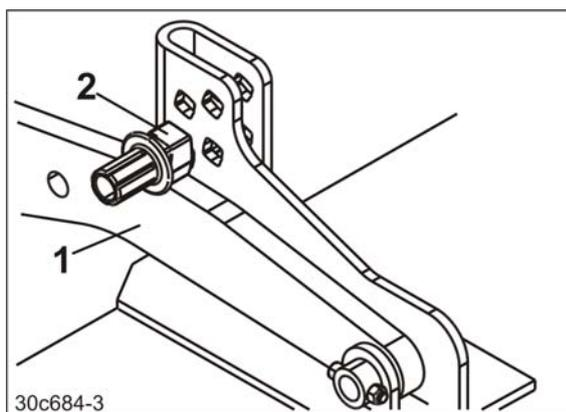

Fig. 116
- Les bras supports (Fig. 116/1) s'appuient sur les axes de réglage de profondeur (Fig. 116/2).
7. Vérifier que les deux bras supports (Fig. 116/1) reposent sur l'axe de réglage de profondeur.